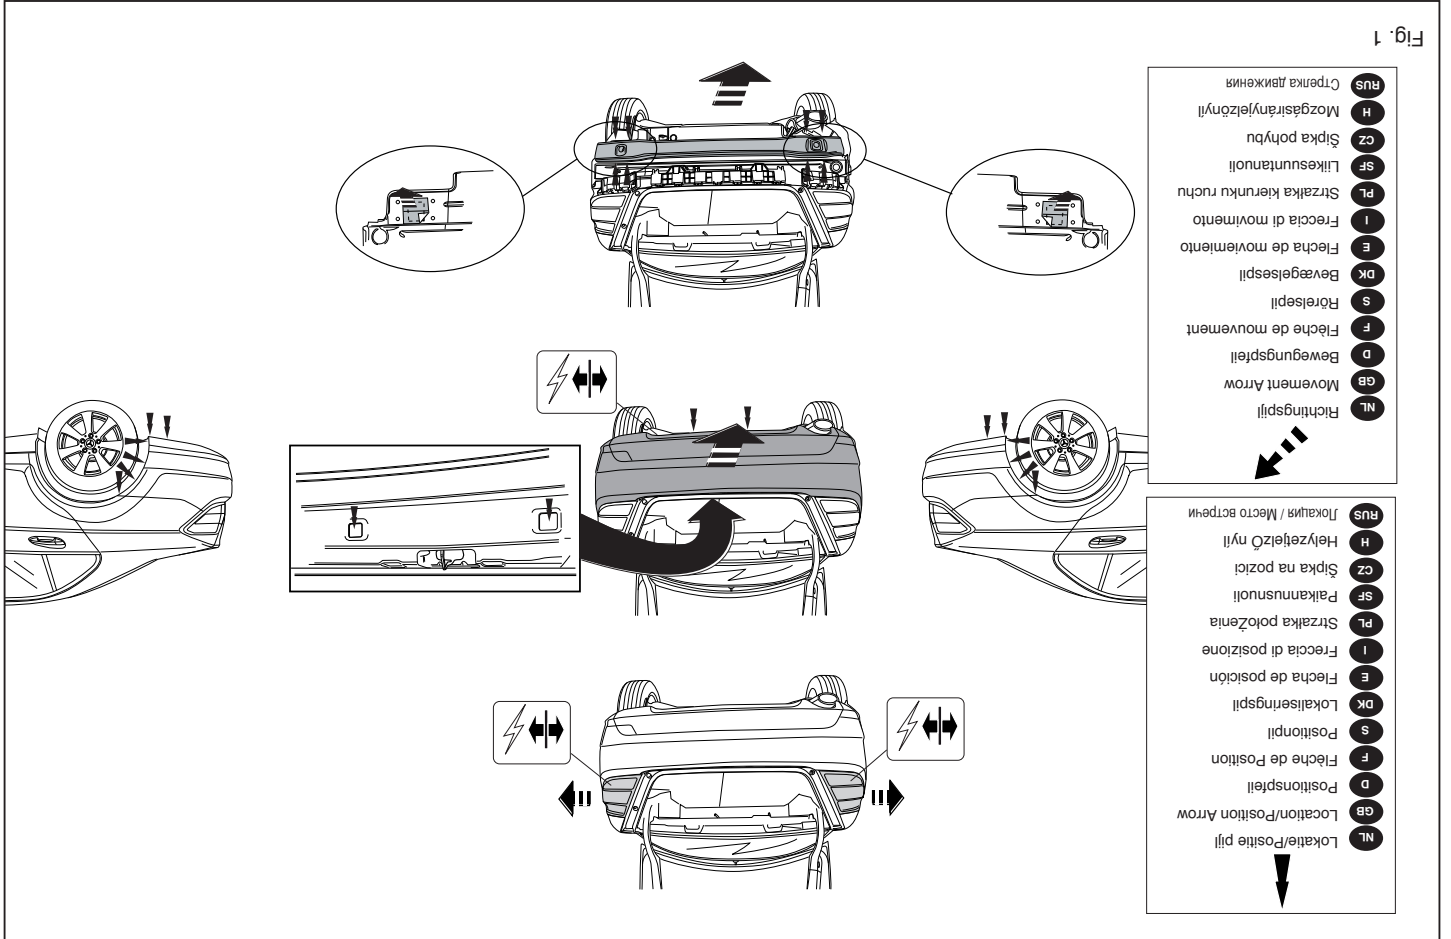

Fig. 1
1. Remove the rear-light units. Remove the bumper and the steel buffer beam from the vehicle. The buffer beam will no longer be needed. See figure 1.
- nen Stoßbalkens vom Fahrzeug abmontieren. Der Stoßbalken wird nicht mehr benötigt. Siehe Abbildung 1.
1. Démonter les feux arrière. Déposer le pare-chocs du véhicule y compris la traverse en acier ; la traverse ne sera plus utilisée. Voir la figure 1.
1. Снять оба блока задних фар. Снять бампер вместе со стальным буферным брусом автомобиля; буферный брус больше не понадобится. См. рисунок 1.
1. Demonter baglysenhederne. Demonter kofangeren, inklusive køretøjets stålstødbjelke. Denne bliver overflødig. Se fig. 1.